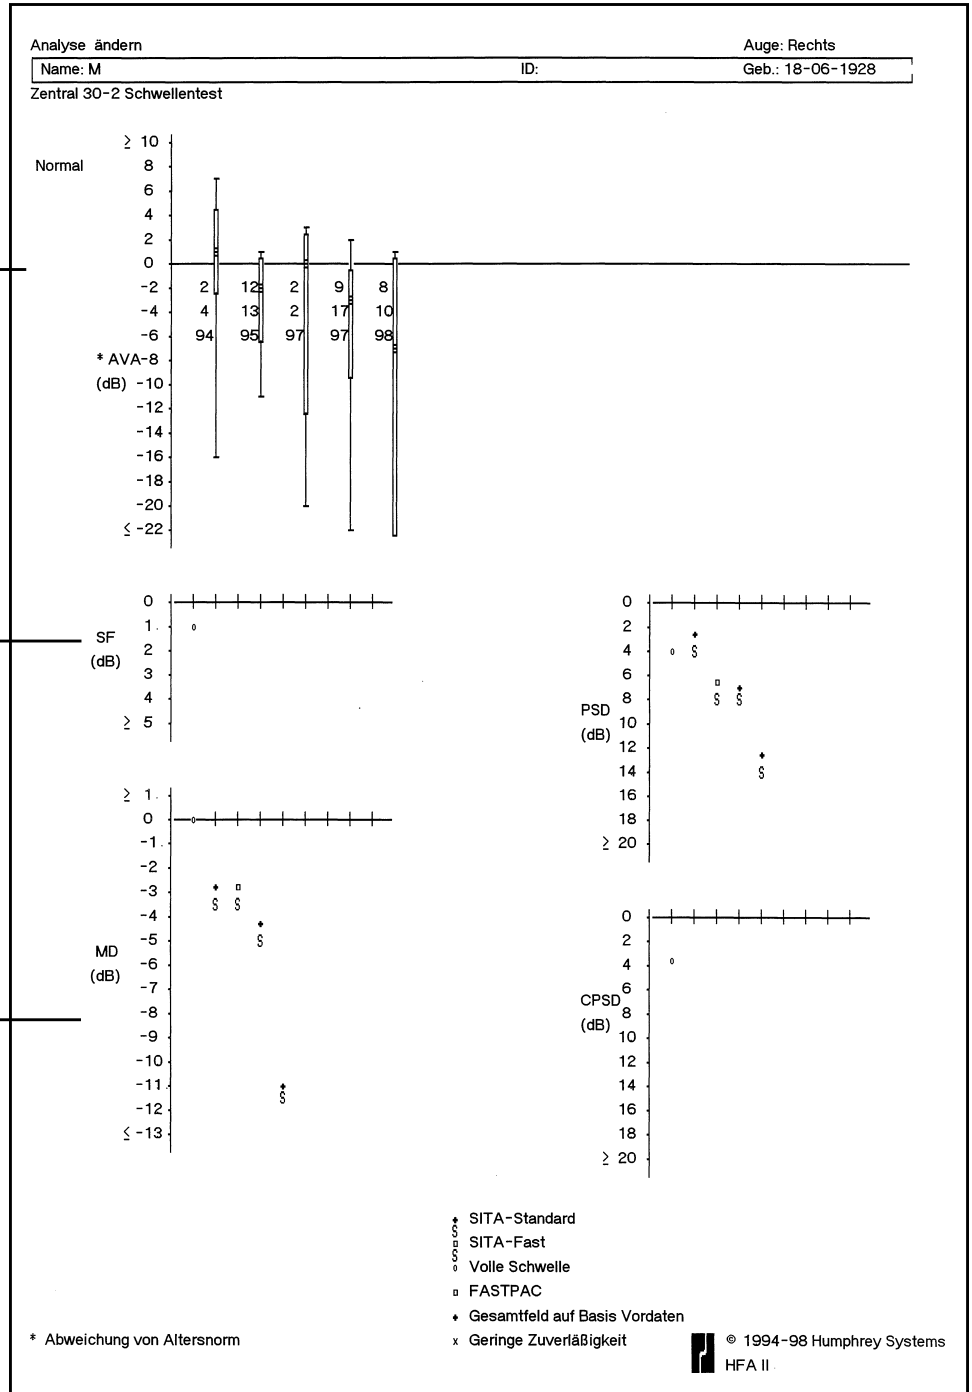

Abbildung 7.6: Gemischter Veränderungsanalyse-Ausdruck mit SITA-Tests
*Hinweis: Beim Veränderungsanalyse-Ausdruck können mit der FastPac-Strategie ausgeführte Tests mit solchen, die mit „Voller Schwellenwert“ ausgeführt wurden, gemischt werden. Da einige STATPAC-Grenzwerte leicht unterschiedlich sind, je nachdem, ob FastPac verwendet wurde oder nicht, werden keine Signifikanzlinien für die Aufzeichnung von PSD, SF und CPSD auf dem Ausdruck angezeigt, wenn Sie eine Reihe von FastPac- und anderen Tests analysieren. Es werden jedoch Signifikanzlinien für die mittlere Abweichung angezeigt. Wenn die Analyse auch SITA-Tests umfaßt, wird das normale Histogramm für Vergleichszwecke nicht angezeigt (siehe Abbildung 7.6).*